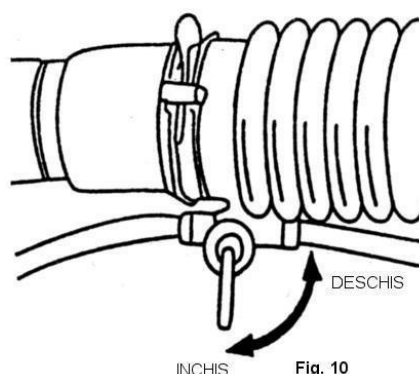

Fig. 10
- Pentru pulverizare, mai intai inchideti intrerupatorul, dupa care adaugati pesticidele in rezervor ca in Fig. 10.